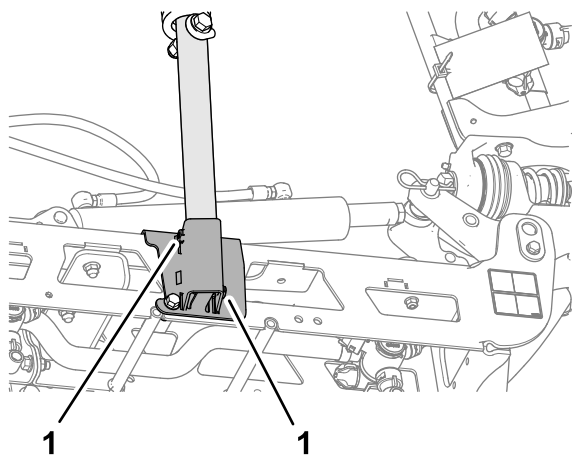

Figura 107
3. Afloje los 2 tornillos de fijación que sujetan el tubo inferior del soporte (Figura 107).